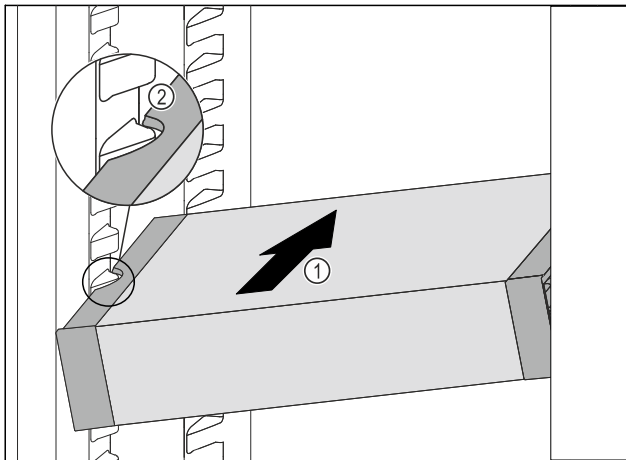

Fig. 33
- ▶ VarioSafe schräg in das Kühlteil einschieben Fig. 33 (1), bis sich die seitlichen Aussparungen Fig. 33 (2) des VarioSafes auf Höhe der Behälterrippe im Kühlteil befinden.